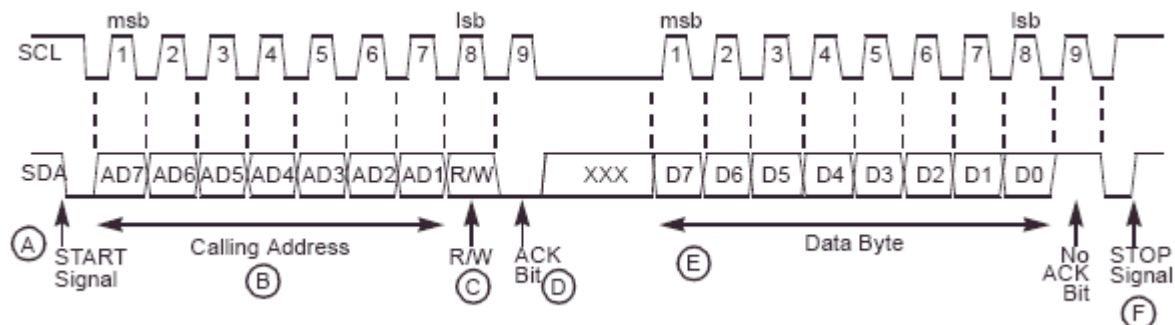

图 27-12: I2C 通信协议
I2C 通信协议由六个组件组成：启动、数据源/接收方、数据方向、从属确认、数据、数据确认和停止。这些内容如图 27-12 所示，并在下文进行了描述。
1. 启动信号—当没有其他设备是总线主机（SCL 和 SDA 线都处于逻辑高值）时，设备可以通过发送启动信号来启动通信（参见图 27-12 中的 A）。起始信号定义为 SCL 高时 SDA 的高到低转变。这个信号表示数据传输的开始（每个数据传输可以有几个字节长），并唤醒所有从服务器。
数据只能在 SCL 低时进行更改，并且在 SCL 高时必须保持稳定，如图 27-12 所示给...看 SCL 对每个数据位脉冲一次，首先发送 MSB。接收设备必须通过在第 9 个时钟时降低 SDA 来确认每个字节；因此，一个数据字节传输需要 9 个时钟脉冲。